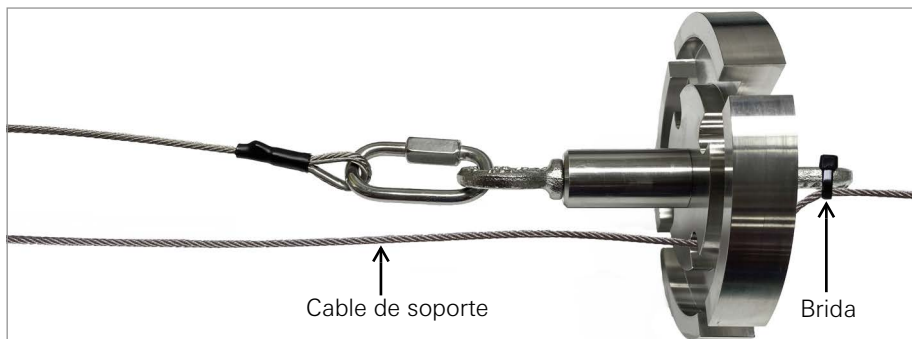

FIGURA 46: *Fije el extremo de terminación al soporte de suspensión*
14. Gire el carrete de manera que el pasador del bucle de terminación quede visible como se muestra en la Figura 46 y retire el bucle de terminación del cable de soporte del pasador en el exterior del carrete. Habrá exceso de cable en la parte superior de la cuerda.